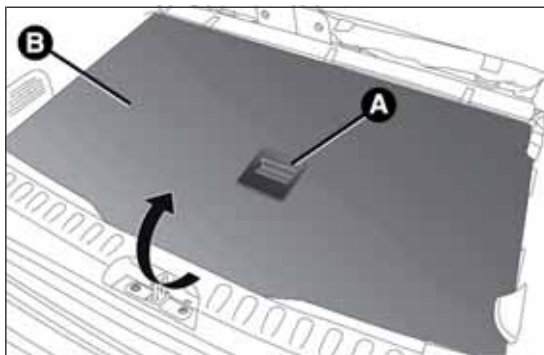

fig. 93
- ☐ impugnare la maniglia A fig. 93 e sollevare verso l'alto il piano B tenendolo con una mano;
- ☐ impugnare la maniglia A fig. 93 e rimuovere il piano B;